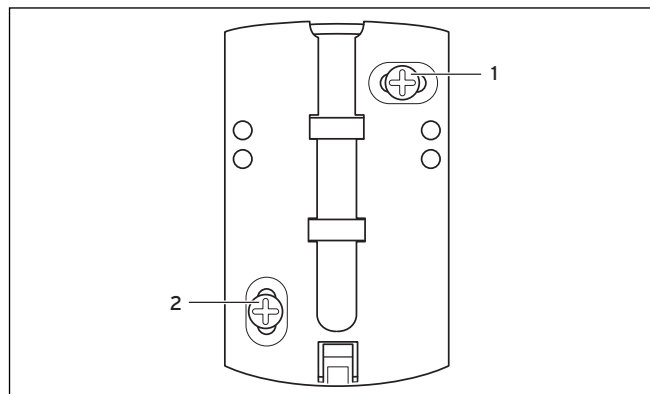

Fig. 4.3 Montage du support mural
- ⇒ Fixez le support mural au mur à l'aide de deux vis (1, 2) (voir fig. 4.3).